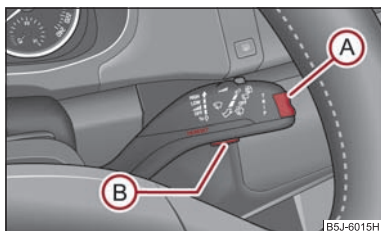

Abb. 20 Multifunktionsanzeige: Bedienelemente
- Drücken Sie die Taste **(B)** ⇒ Abb. 20. Im Informationsdisplay* wird angezeigt **Speed warning 50 km/h (Warnung bei 50 km/h)**. Diesen Wert können Sie mit Hilfe der Taste **(A)** auf einen höheren bzw. niedrigeren Wert anpassen.
Wenn Sie jetzt die eingestellte Geschwindigkeit überschreiten, wird auf dem Display angezeigt **Speed 50 km/h exceeded (Geschwindigkeit 50 km/h überschritten)**. Dieser Text wird so lange angezeigt, bis Sie die Geschwindigkeit unter den eingestellten Limit senken oder den angezeigten Text mit der Taste **(B)** ⇒ Abb. 20 ausschalten.